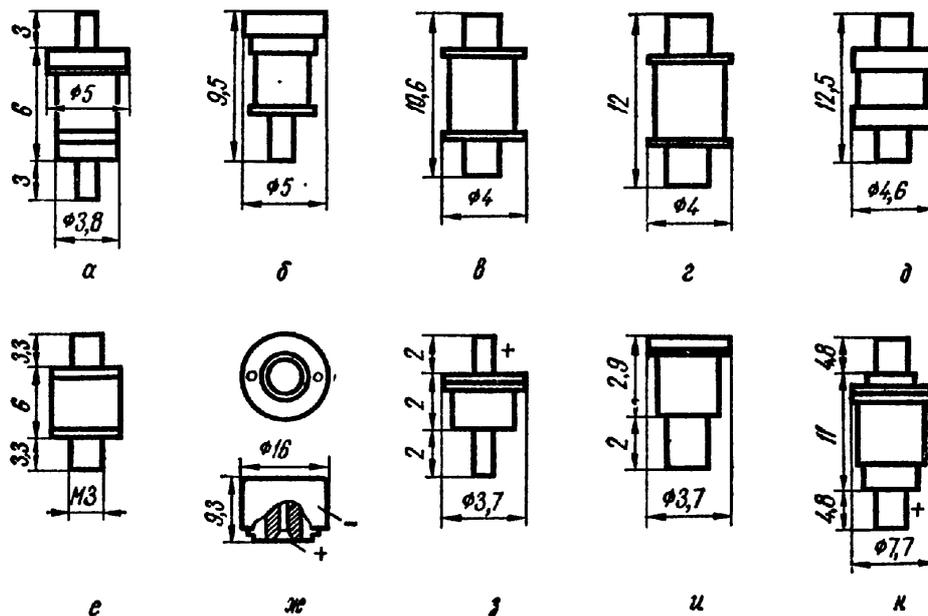

Рис. 270. Внешний вид и основные размеры диодов СВЧ
**AA603 (А, Б, В, Г).** Умножительные диоды (рис. 270, а). Диапазон рабочих температур от  $-60$  до  $+85^\circ\text{C}$ .
**AA703 (А, Б), AA705 (А, Б)** Генераторные диоды (рис. 270, а). Диапазон рабочих температур от  $-60$  до  $+160^\circ\text{C}$ . Наибольшая температура корпуса  $75^\circ\text{C}$ . Маркировочные метки на корпусе AA703A — синяя, AA703Б — две синие, AA705А — желтая, AA705Б — две желтые.
**ГА401 (А, Б, В).** Параметрические диоды (см. рис. 270, б). Диапазон рабочих температур от  $-60$  до  $+60^{\circ}\text{C}$ . Маркировочные метки на отрицательном выводе (красного цвета) ГД401 — четыре, ГА401Б — одна, ГА401В — три.
**ГА402 (А, Б, В, Г).** Параметрические диоды (см. рис. 270, в). Диапазон рабочих температур от  $-60$  до  $+60^{\circ}\text{C}$ .
**ГА501 (А, Б, В, Г, Д, Е, Ж, И).** Переключающие диоды (см. рис. 270, г). Диапазон рабочих температур от  $-60$  до  $+60^{\circ}\text{C}$ .
**ГА504А.** Переключающий диод (см. рис. 270, *д*). Диапазон рабочих температур от  $-60$  до  $+60^{\circ}\text{C}$ . Тип диода обозначен красной меткой на керамической части корпуса.
Д401. Смесительный диод (см. рис. 270, е ).